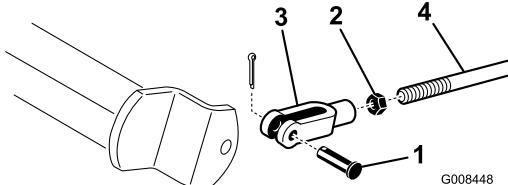

Figure 53
- Si les freins ne se bloquent pas uniformément, désaccouplez les tiges de frein en retirant la goupille fendue et l'axe de chape (Figure 53).
- Desserrez l'écrou de blocage et réglez la chape comme il convient (Figure 53).
- Montez la chape sur l'arbre de frein (Figure 53).